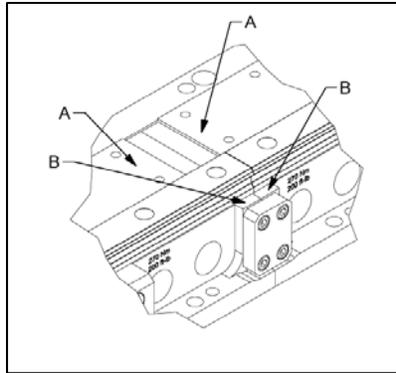

Figura 6
9. Conecte un indicador de cuadrante con base magnética a uno de los rieles lineales y verifique la alineación de los dos puntos «A» y «B», como se muestra en Figura 6. Los puntos «A» deben estar a una distancia de 0,001 pulgada entre sí, y los puntos «B» también deben estar a una distancia de 0,001 pulgada entre sí. Si no lo están, repita los pasos 2 a 8.
9. Conecte un indicador de cuadrante con base magnética a uno de los rieles lineales y verifique la alineación de los dos puntos «A» y «B», como se muestra en la Figura 6. Los puntos «A» deben estar a una distancia de 0,001 pulgada entre sí, y los puntos «B» también deben estar a una distancia de 0,001 pulgada entre sí. Si no lo están, repita los pasos 10 a 15.